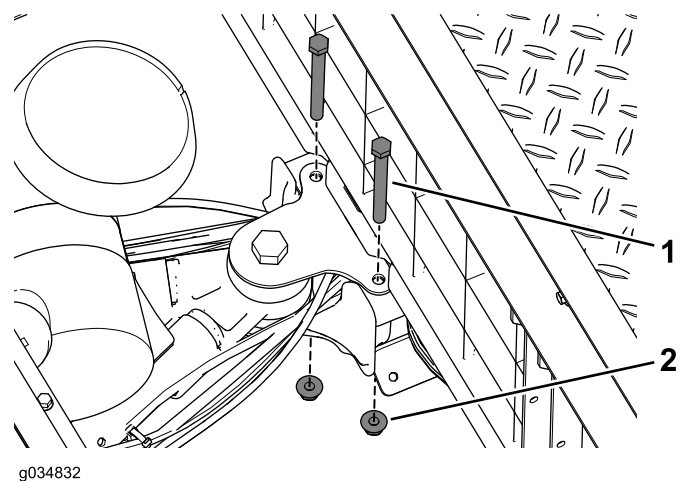

Figure 19
- Retirez les boulons et les écrous à embase qui fixent le support du bras pivotant au profilé central (Figure 19).